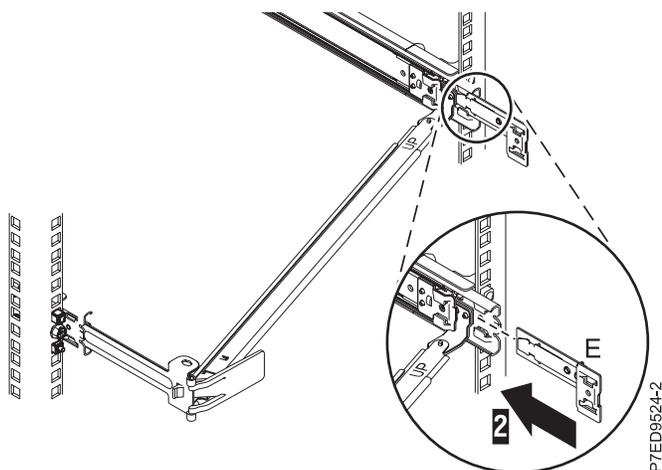

Figura 15. Instalación de la abrazadera de extensión en el riel deslizante
4. Deslice la abrazadera de extensión (E) en el riel deslizante derecho (1). Empuje la pieza de sujeción en el riel deslizante hasta que el pestillo accionado por resorte quede encajado en su sitio, tal como se muestra en la Figura 15.